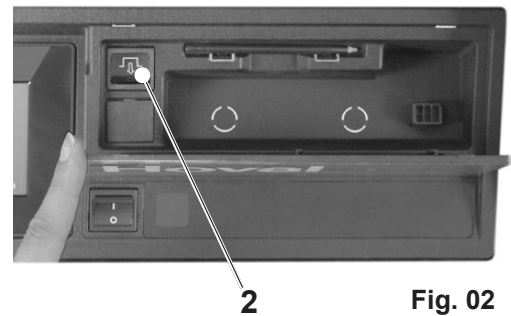

Fig. 02
3. Appuyez sur le bouton de réarmement (2, Fig. 02) jusqu'à ce que la lampe-témoin de dérangement s'éteigne. Le message de dérangement disparaît et le mode chauffage est à nouveau actif.